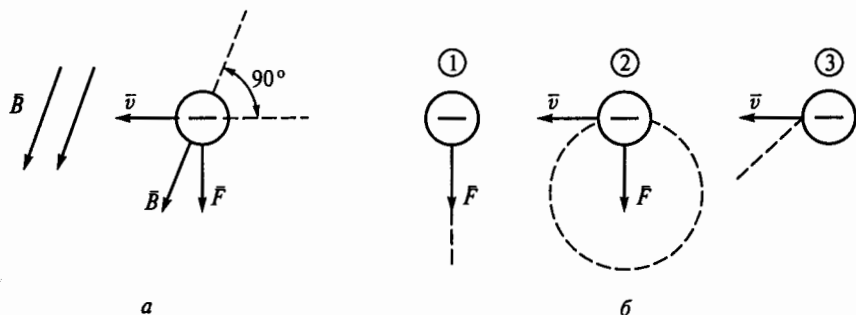

Рис. 44
**2.9.** Электрон влетает в однородное магнитное поле с индукцией  $B$  со скоростью  $\bar{v}$  (рис. 44, а). По какой из трех траекторий, показанных на рис. 44, б, будет двигаться электрон под действием возникшей силы Лоренца  $F$ ?